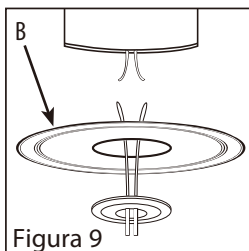

Figura 9
10. Introduzca los cables del artefacto de iluminación a través del agujero central del medallón decorativo (B) y coloque el medallón decorativo sobre el dosel (Figura 9). Nota: El artefacto instalado mantiene el medallón decorativo en su sitio.